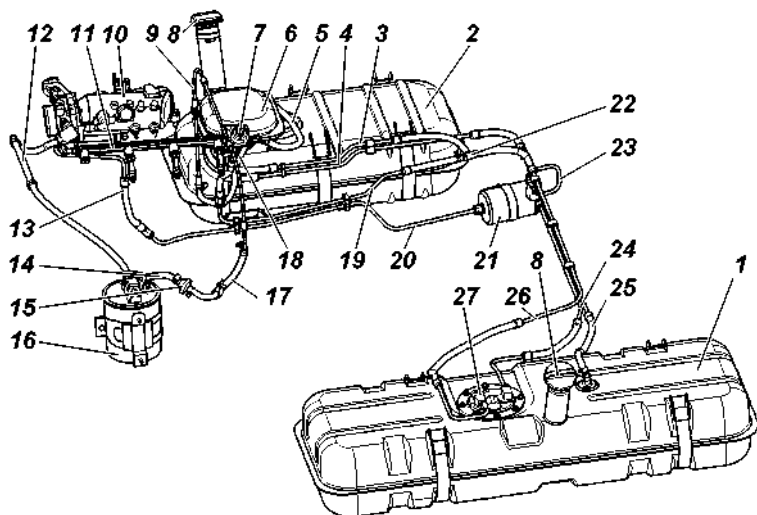

Рис. 9.7. Схема системы питания двигателя топливом:
Система питания (рис. 9.7)
- при закрывании наливных горловин топливных баков убедиться в исправности пробок 10 (рис. 9.7), наличии и целостности уплотнительной прокладки, обеспечить приложением соответствующего усилия герметичное закрытие пробок;
Топливные баки. Обслуживание топливных баков 1, 2 (рис. 9.7), заключается в периодической промывке фильтра электробензонасоса (левый бак), промывке фильтра приемной трубки указателя уровня топлива (правый бак) и промывке самих баков.
Электробензонасос 27 (рис. 9.7). Периодически проверяйте и очищайте контакты подключения топливного насоса к бортовой сети.